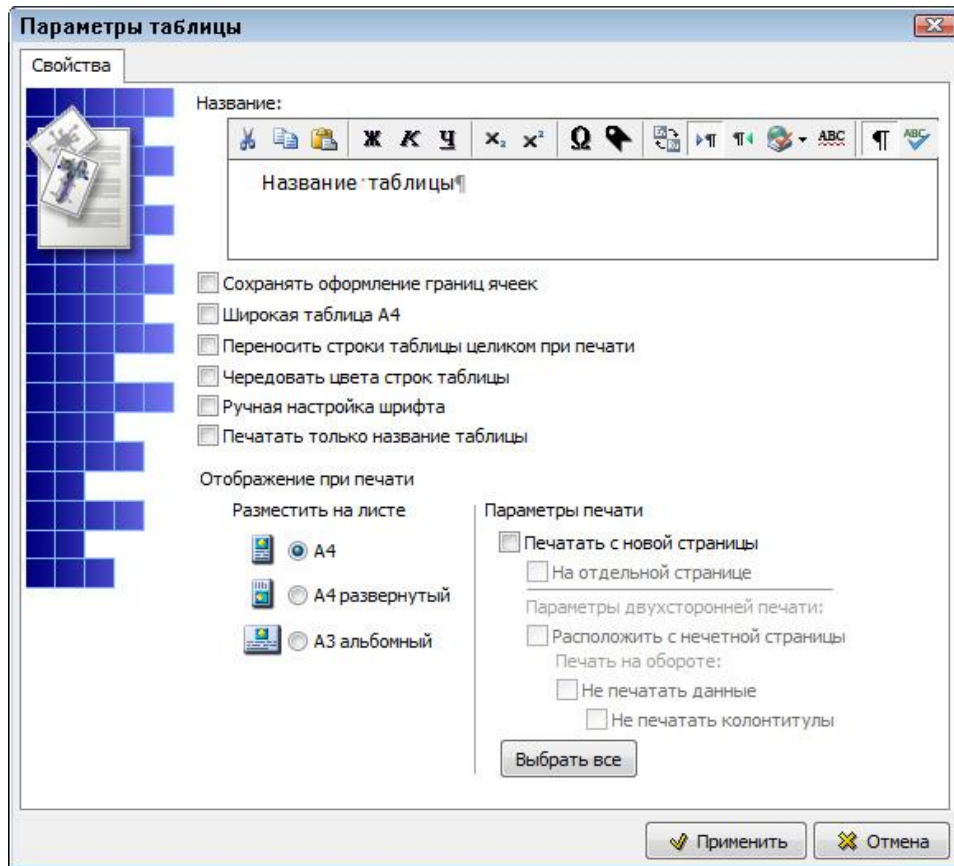

Рисунок 899
- 2) В появившемся контекстном меню выберите пункт **Добавить таблицу**. При этом появится диалоговое окно **Параметры таблицы** (рисунок 899).